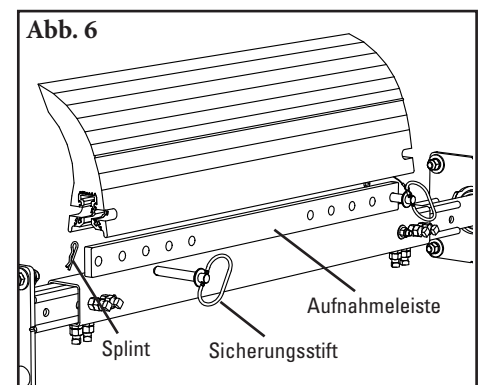

Abb. 6
6. **Das Abstreifblatt einsetzen.** Das Abstreifblatt an der Aufnahmeleiste der Steckachse ansetzen. Die Steckachsen-Verlängerung so verschieben, dass die Löcher mit denen in der Steckachse ausgerichtet sind; dann das Blatt mit den beiden Stiften und Splinten befestigen (Abb. 6).